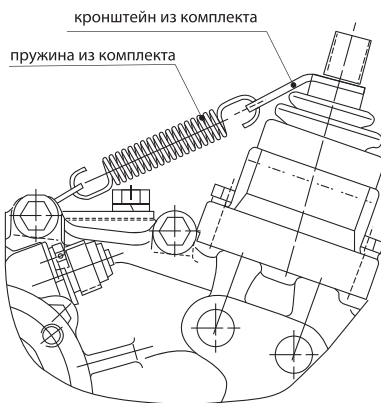

Рис. 17
6. Произведите сборку механизма РК в соответствии с Рис. 17.